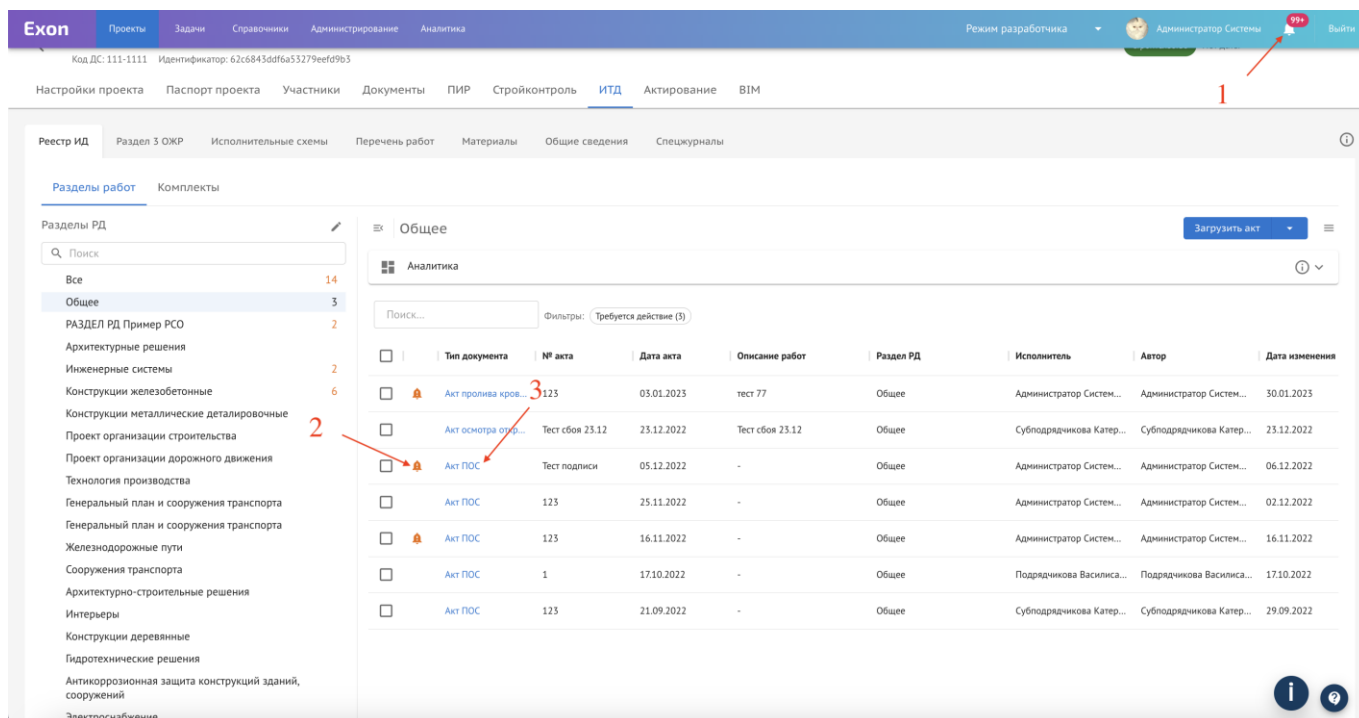

Рис. 68 – Переход к просмотру акта
1. Необходимо перейти в режим просмотра акта. Это возможно сделать через окно уведомлений в верхней правой части экрана (1), либо через сам реестр исполнительной документации, напротив актов, которые требует вашего внимания, будет «Колокольчик» (2), а для перехода к акту необходимо нажать на активную ссылку (3) (рис. 68);